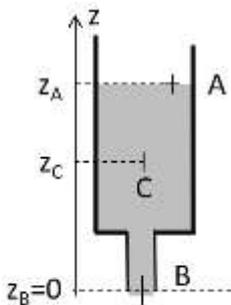

Figure 2
1) On considère tout d'abord le vase de Mariotte sans le tube vertical (figure 2). Quelle est la pression au point B ? Ecrire la relation de Bernoulli entre A et B . Que peut-on dire de la hauteur z_A ? Comment évoluera alors la vitesse du point B au cours du temps ?